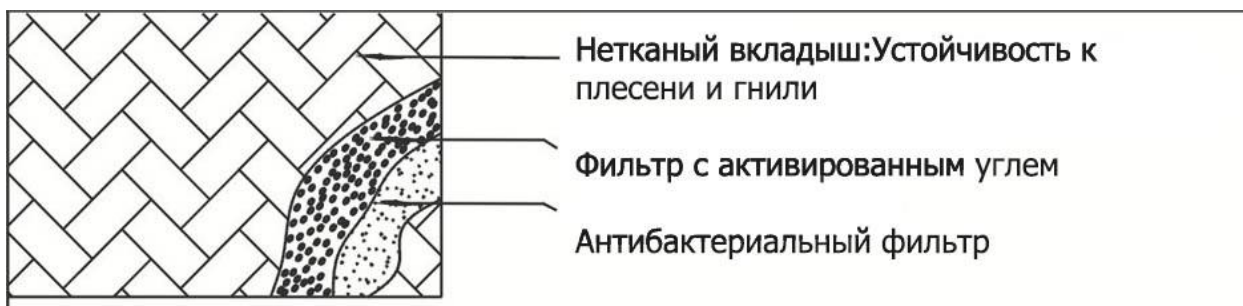

рис.9
3. Воздушный фильтр является антибактериальным. Он может поглощать вредные газы (см рис.9).